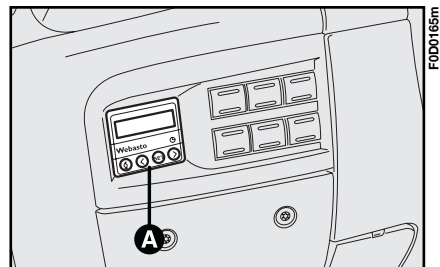

fig. 85
– un timer digitale **A-fig. 85** per l'accensione manuale del riscaldatore o per la programmazione dell'ora di accensione.